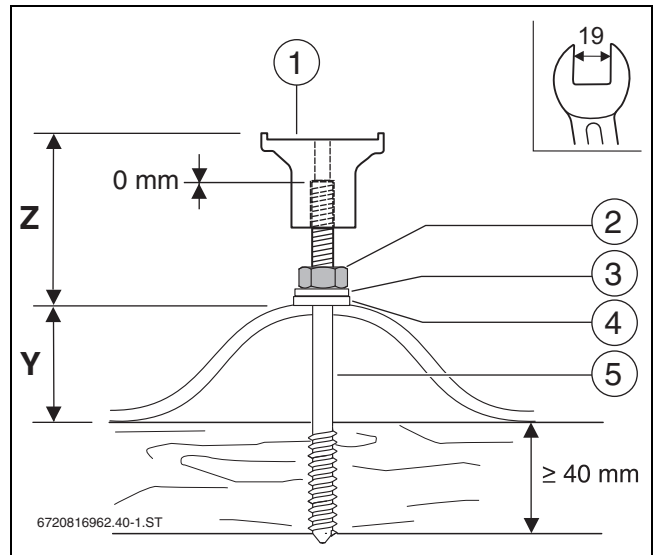

Bild 37 Montierte Stockschrabe mit Haltebock
- Vormontierte Stockschrabe mit Gabelschlüssel 19 mm so weit eindrehen, bis Maß Z (→ Tab. 10) erreicht ist (→ Bild 37).